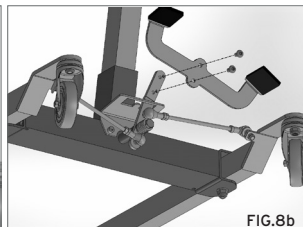

FIG.8b
- 7a. Inserire il pedale per l'apertura della base e bloccarlo con le sue viti. (Fig.8b - per modelli RI821-RI822-RI825-RI826)